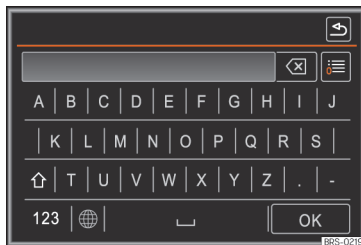

Fig. 226 Máscara de búsqueda.
- Introduzca el nombre del contacto que busca en la máscara » **fig. 226**. Mientras se van introduciendo los caracteres se va mostrando un contacto en el campo de entrada.